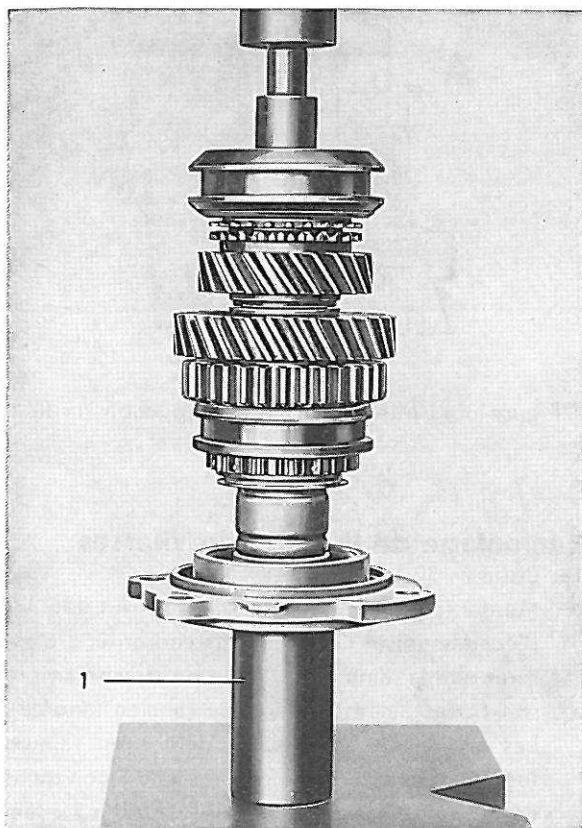

Figure 33. Remontage du couvercle arrière, M 31
- Figure 31. Remontage d'un synchronmesh comme le montre la figure 33. Poser en place la rondelle de butée et la douille d'écartement. Enfoncer l'arbre en place. Choisir un jonc d'arrêt d'épaisseur convenable et le monter. Poser la clavette, la came de la pompe à huile et le jonc d'arrêt.
Fixer le couvercle arrière et le roulement à billes sur une bague sous-jacente ou une douille comme le montre la figure 33. Poser la rondelle de butée, le pignon de 1ère vitesse et le cône de synchronesh. Enfoncer l'arbre en place. Choisir un jonc d'arrêt d'épaisseur convenable et le monter. Monter la clavette, la came de la pompe à huile et le jonc d'arrêt.